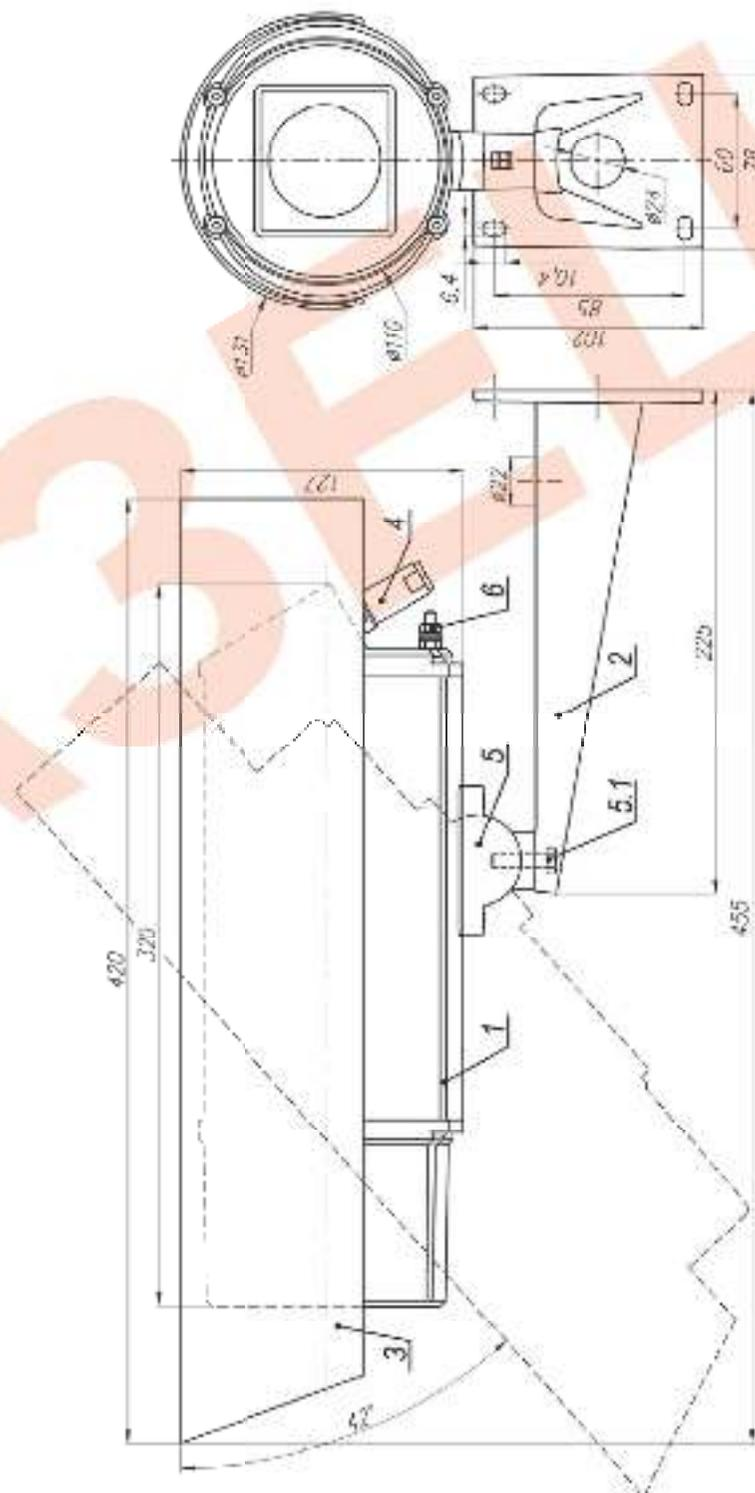

Рис.1 Габаритные и установочные размеры ТВК-93 IP
3. Ослабив болт фиксации шарнира (поз.5.1 рис.1), установить гермобокс на нужное направление обзора, после чего надежно зафиксировать шарнир, затянув болт.
4. Заземлить гермобокс с помощью болта заземления (поз.6 рис.1).
Состав изделия: (см. рис.1)